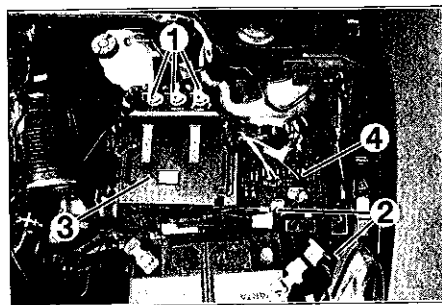

FIG.45
- les connecteurs (1) du calculateur (Fig.45).
- les fils de masse (2).
- Déposer le calculateur (3).
- Ecarter le boîtier de servitude moteur (4).